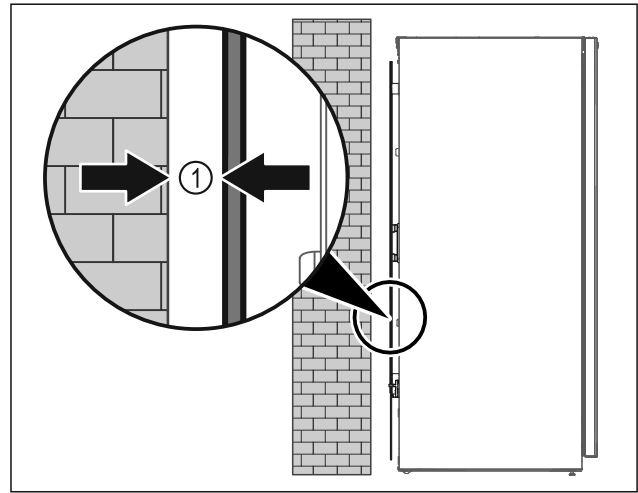

Fig. 7
- Pystytä laite joko huonetilaan vapaasti seisomaan tai suoraan seinän viereen noudattaen 5 mm Fig. 7 (1) vähimmäisetäisyyttä.